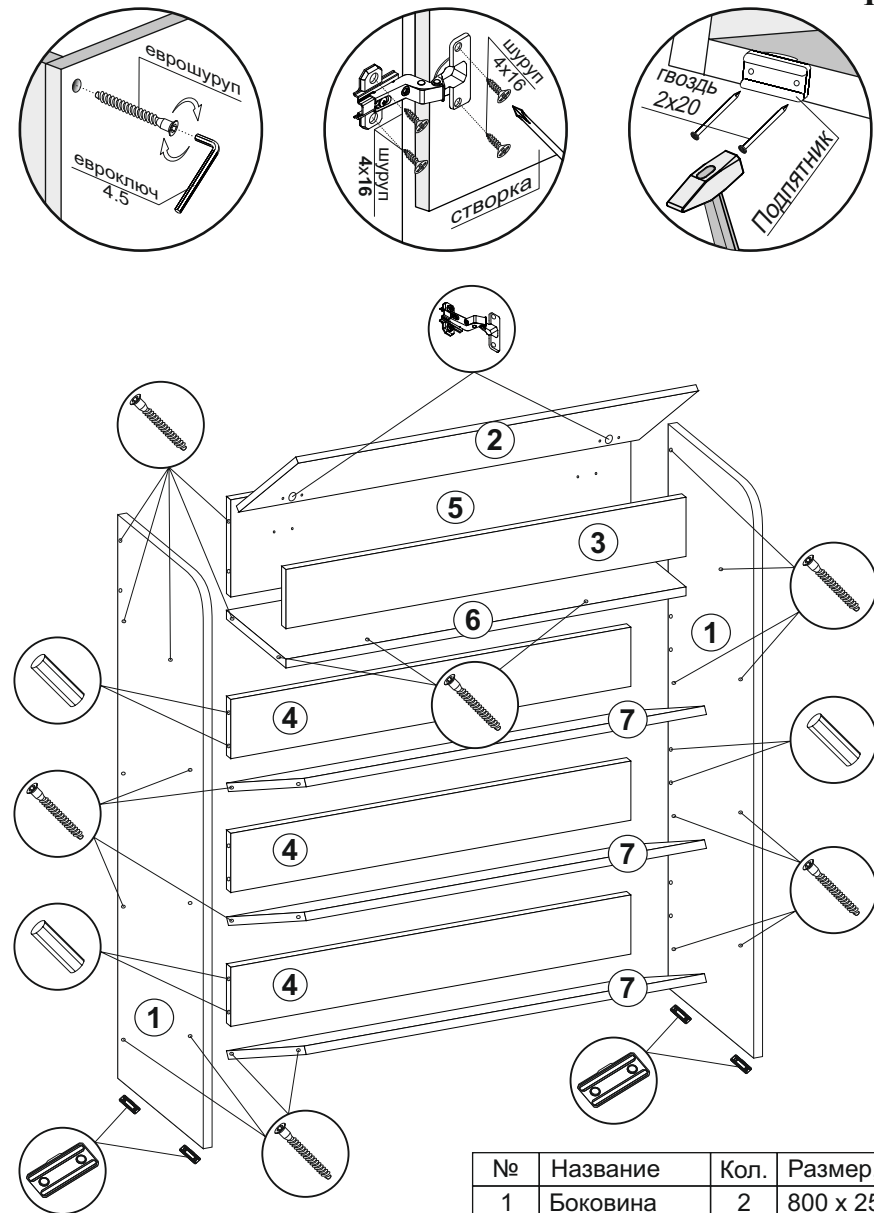

Рис.1
3. Прибить гвоздями 2x20 подпятники к боковинам (1). Подпятники прибиваются ограничительным ребром вовнутрь (рис.1).
4. К боковинам (2) монтировать стяжки (4) с помощью шкантов (рис.1).
5. Собранный часть изделия соединить со стяжками (5,6,7) и планкой (3) еврошурупами (рис.1).
6. Установить крышу (2), используя петли и шурупы 4x16 (рис.1). Отрегулировать петли, если в этом есть необходимость.